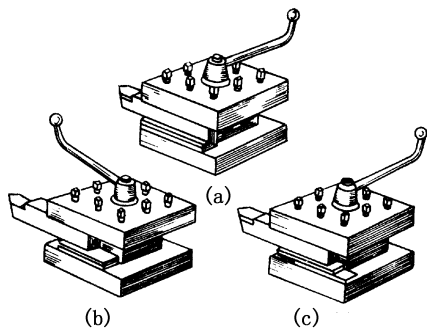

图 3-12 车刀的装夹
(1) 车刀装车刀架上伸出部分的长度应尽量短, 一般为刀杆厚度的 1~1.5 倍, 车刀下面垫片的数量要尽量少 (一般为 1~2 片), 并与刀架边缘对齐, 且至少用两个螺钉平整压紧, 以防振动 (图 3-12)。